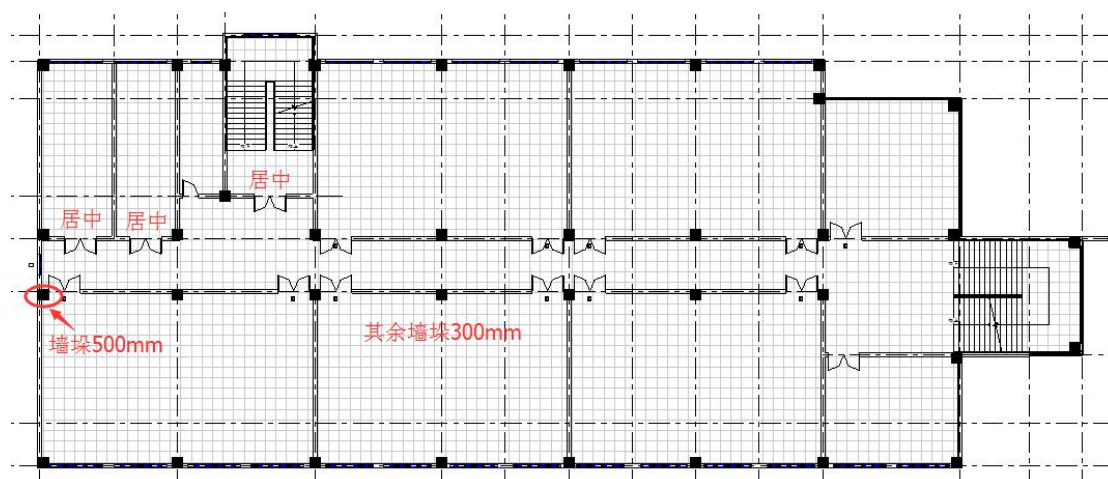

图 7-6 墙体平面布置
- 删除二楼部分内墙，按照图 7-6 重新创建二楼内墙和门。